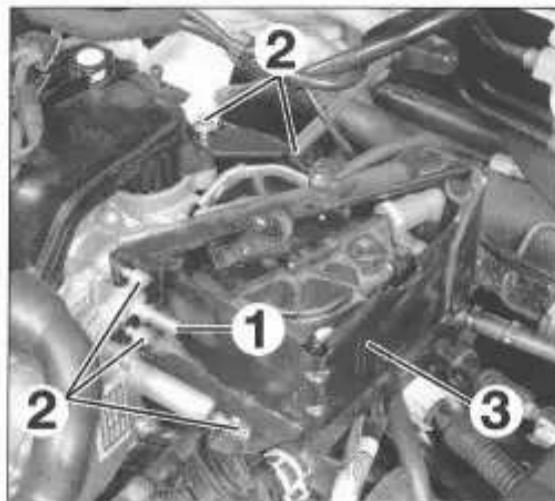

FIG. 38
- los rácores de depresión de la bomba de vacío (1) (fig. 38).
- los tornillos de fijación (2) de la chapa de protección del filtro de combustible (3).